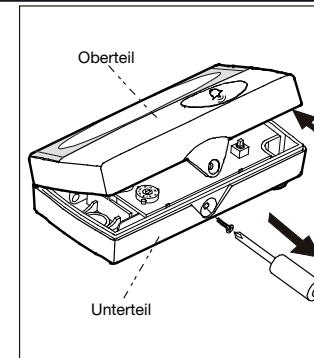

Fig. 1
1. Abdeckung mit einem Kreuzschlitzschraubendreher abnehmen. Abb. 1
2. Oberteil der Einheit mit einem Kreuzschlitzschraubendreher abnehmen. Abb. 1